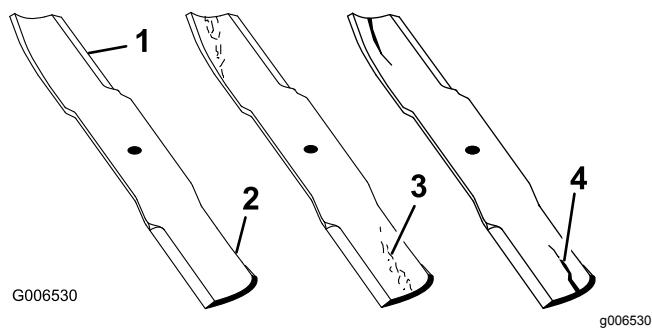

Figure 41
1. Examinez le tranchant des lames (Figure 41).
2. Inspectez les lames, surtout la partie relevée (Figure 41).
**Remarque:** Remplacez immédiatement toute lame endommagée, usée ou qui présente une entaille (repère 3 de la Figure 41).